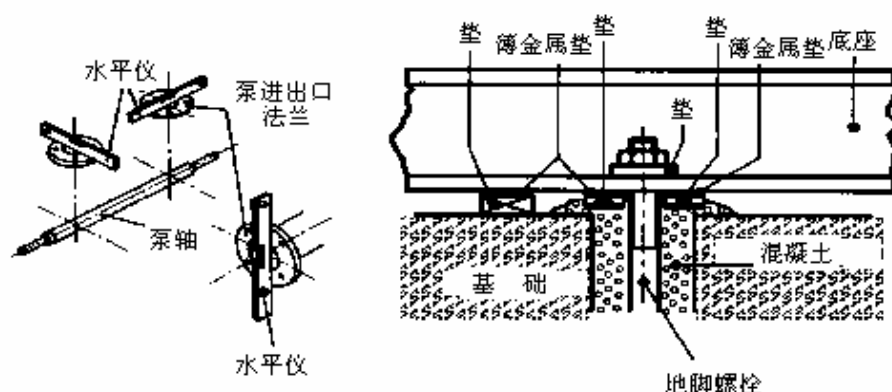

图2
法兰必须是垂直或平行于水平方向，见图2，最大允许的变化量为
- 底座与被灌浆的垫片之间的空隙必须用不同厚度的平的金属薄垫片来填充，见图2、3